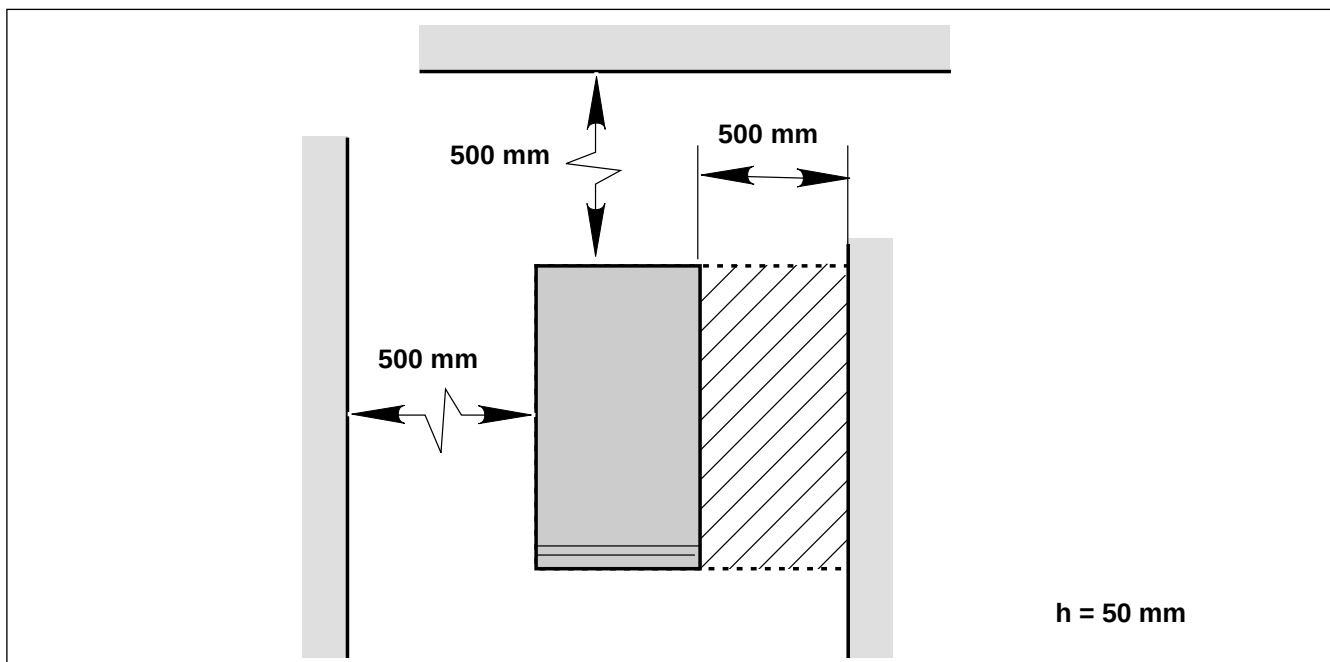

Fig. 4 POSIZIONAMENTO STAMPANTE
1.6.a Caratteristiche piano di appoggio (Fig. 4)
- Posizionare la stampante rispettando scrupolosamente le misure riportate nella Fig. 4 in quanto esse indicano lo spazio minimo necessario per effettuare le operazioni di manutenzione.
1.6.a Supporting surface features (Fig. 4)
- When positioning the printer, the operator must observe the measures recommended in fig. 4 as they indicate the minimum room necessary for carrying out maintenance operations in safety.